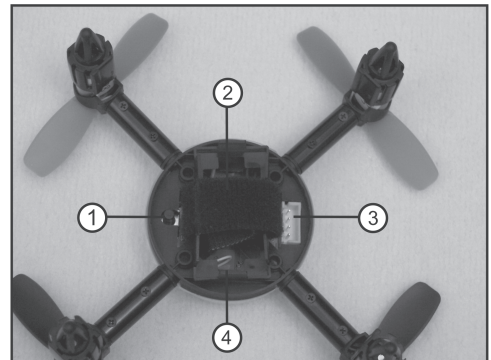

Figure 6
En fonction de votre expérience de vol, le « Mini-Copter MC 120 » permet de sélectionner l'un de trois différents modes de vol. La touche correspondante se trouve au-dessous du Mini-Copter (voir également figure 6).
- Raccordez ensuite la batterie de propulsion. Pour ce faire, vous devez brancher la fiche de la batterie dans le bon sens dans la prise femelle du « Mini-Copter MC 120 » (voir également figure 6, n° 3 ; tenir compte de la forme de la fiche). Si le signal de réception est disponible, la DEL verte du modèle réduit commence à clignoter (mode Débutants) après un court instant.
- Insérez la batterie de propulsion dans le support prévu à cet effet du « Mini-Copter MC 120 » puis fixez-la à l'aide de bande auto-agrippante (voir également figure 6, n° 2 et 4).
- Sélectionnez un mode de vol (figure 6, n° 1) en appuyant sur le bouton de réglage.